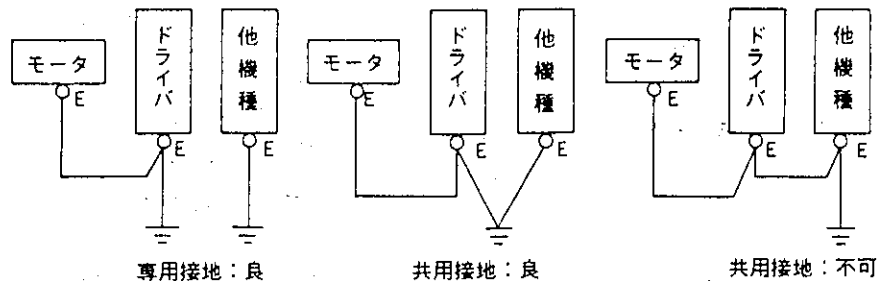

図4-1 接地接続
2. 専用接地がとれない場合は、接地点で他の機器と接地する共用接地として下さい。(図4-1 参照)